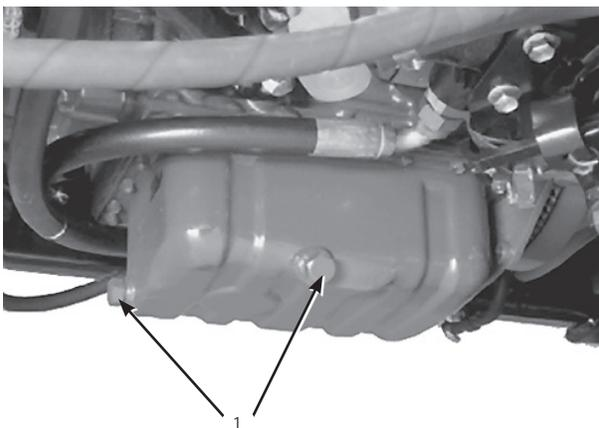

図 40
1. ドレン・プラグ (図40) を外し、排出されるオイルを廃油受け容器に回収する。オイルが抜けたらドレン・プラグを取り付ける。